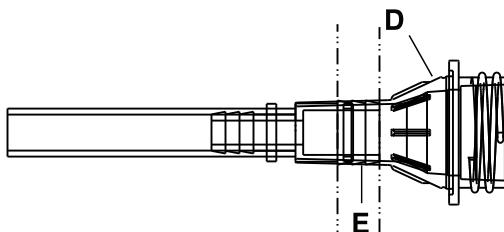

**Abbildung 3-5: Reduzierstück**
5. Mit dem Seitenschneider vorsichtig den zum Fußende der Matratzenauflage hin gelegenen Kabelbinder (C), mit dem der LAL-Schlauch und das Reduzierstück (A) am Ventilkörper (B) befestigt sind, zerschneiden (Abbildung 3-5 auf Seite 3-20).